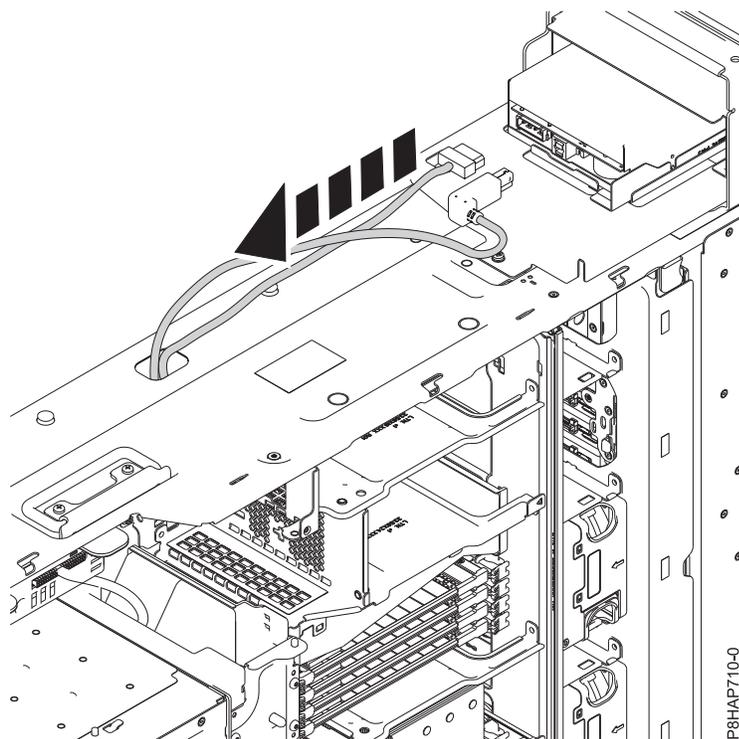

Figura 65. Desligue os cabos USB e de alimentação da base de acoplamento RDX interna (FC EUA3)
2. Desligue o cabo de alimentação da parte posterior da base de acoplamento RDX interna (FC EUA3). Consulte o tópico Figura 65.